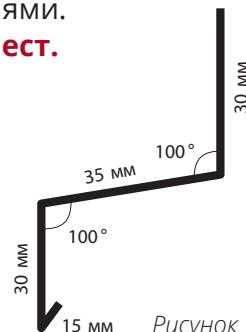

Рисунок 78
- 15.8 Вариант 2.** Используя металлический отлив и два J-профиля (рис. 77). До установки верхнего J-профиля в нем необходимо высверлить небольшие отверстия с интервалом 400-500 мм в нижней полке, для отвода воды из J-профиля. Между J-профильями и отливом необходимо оставить зазор. На рис. 78 показан вариант чертежа отлива.